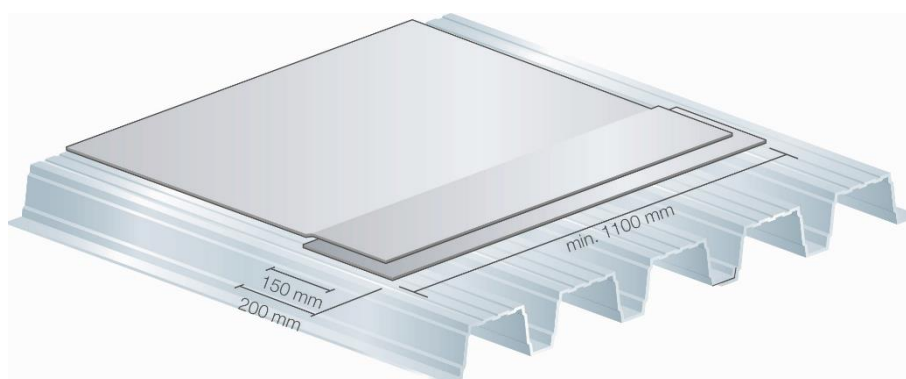

Figure 4
- Sur support métallique, il est recommandé d'installer une bande de pare-vapeur V-Gard de 200 mm de largeur sous la jonction transversale (figure 4).